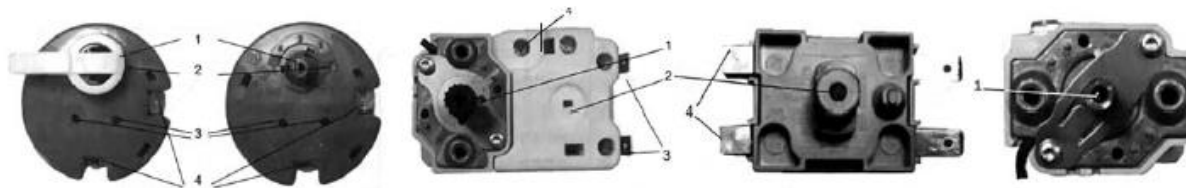

Рис. 3. Внешний вид терморегулятора
- нажать на кнопку тепловой защиты, которая расположена в корпусе терморегулятора (рис. 3, поз.2)
- модели Steatite (N3CM (E), N4C (E)) – на термостате (рис. 3в) под защитной крышкой по часовой стрелке;
- модели E-Series, EGO, Round – на термостате (рис. 3б) под защитной крышкой против часовой стрелки.